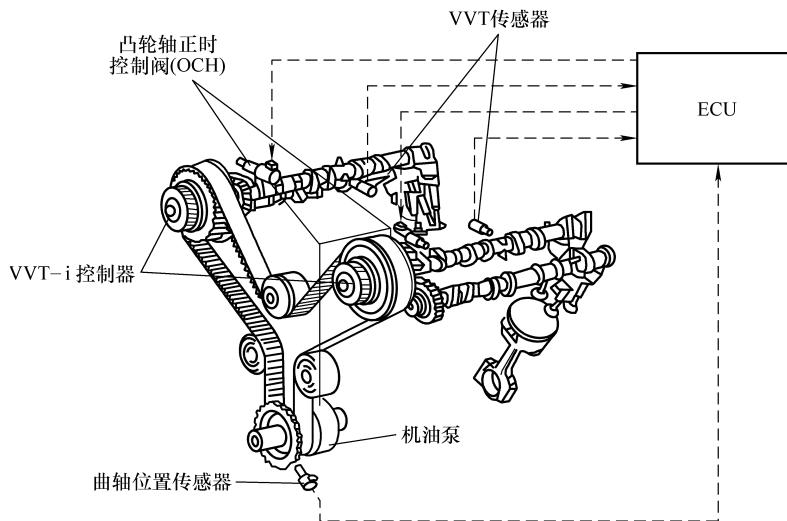

图 1-7 VVT-i 的结构与原理
(1) VVT-i 定义 VVT-i 是 Variable Valve Timing – intelligent 的缩写, 其含义是智能正时可变气门控制。与传统的配气系统相比, VVT-i 可根据发动机的状态控制进气凸轮轴, 通过调整凸轮轴转角对配气时机进行优化, 以获得最佳的配气正时。
(2) VVT-i 的结构与原理 如图 1-7 所示, VVT-i 系统由 VVT-i 控制器、凸轮轴正时机油控制阀和 VVT 传感器三部分组成, 它主要是由发动机 ECU 发出控制指令, 控制凸轮轴正时控制阀开启或关闭, 然后通过 VVT-i 控制器内部油压的作用实现配气正时的改变。